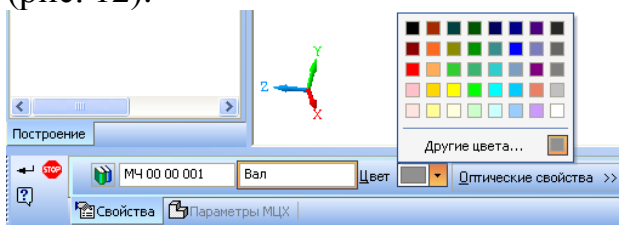

Рис. 12.
14. Для входа в режим определения свойств детали щелкните правой клавишей мыши в любом пустом месте окна модели. Из контекстного меню выполните команду *Свойства*. Введите обозначение и наименование детали, определите ее цвет (рис. 12).